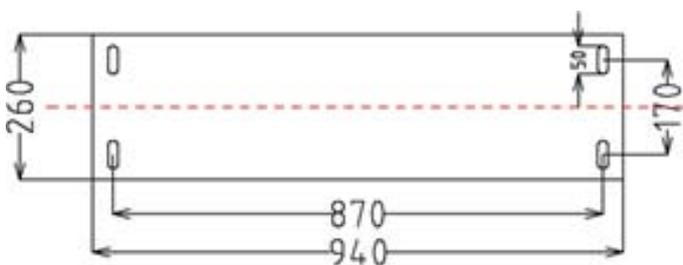

Рис. 7
Как показано на Рис. 7, единица измерения - миллиметр. Кабель электропитания и связи следует прокладывать под землей, а затем в шкафу устройства. Если они монтируются на поверхности рекомендуется использовать защитные кожуха для кабелей. Предупреждение: Турникет-трипод должен быть подключен к земле (заземление), рядом с выключателем питания есть интерфейс проводки.
1. Сверление отверстий. Просверлите отверстия в зависимости от расположения отверстий, показанных на Рис. 7